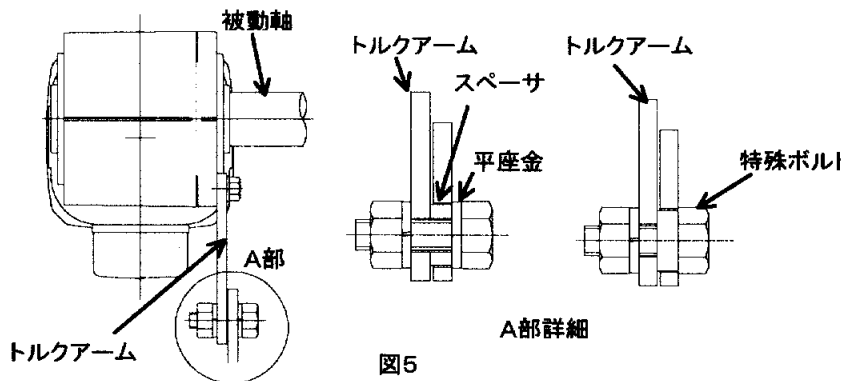

図5
- ① トルクアームは起動・制動時の衝撃を考慮して、十分強度のある板厚やボルトを使用して下さい。図5参照
- ② トルクアーム回り止めのA部はホローシャフト端面にできるだけ近づけて下さい。
- ③ トルクアーム回り止め部には回り止め以外の力が働かない様注意して下さい。